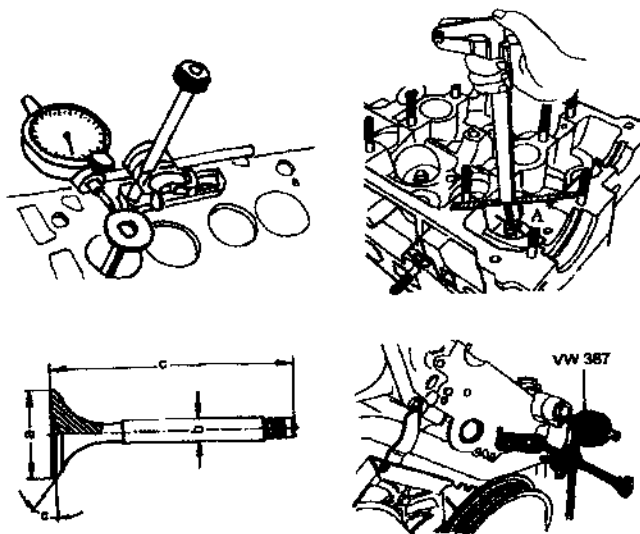

图 1-12 配气机构检查
如图 1-12 所示,气门与气门座压紧后,气门尾端与缸盖上边缘的最小距离(用游标卡尺或深度尺测量)A;
(1) 如图 1-12 所示,用 VW387 和千分表检查气门与导管间隙 $\geq 0.8 \text{ mm}$,否则应更换。
如图 1-12 所示,将支架 VW387 和千分表固定到缸盖上,撬动凸轮轴,其轴向移动量 ≥ 0.20 mm,径向磨损 ≥ 0.1 mm,跳动量 ≥ 0.01 mm。